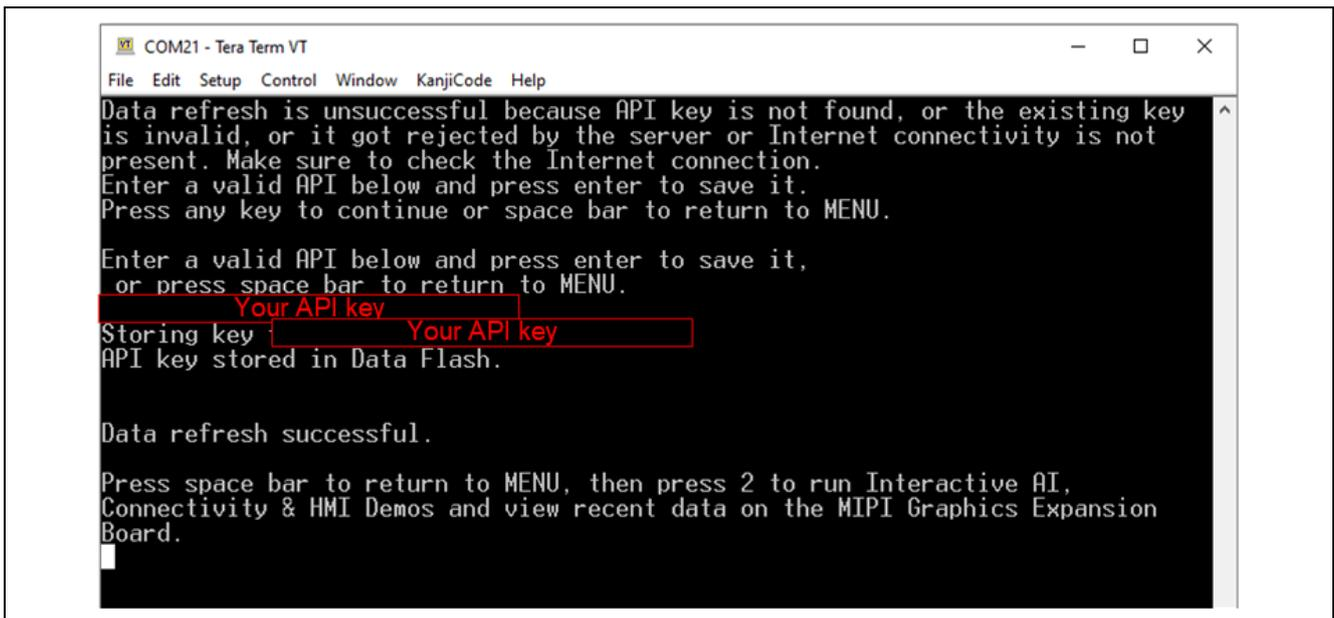

図 32. World Time Zone API キーの初回入力
4. API キーが存在しない場合、コンソールは図 32 に示すように表示されます。